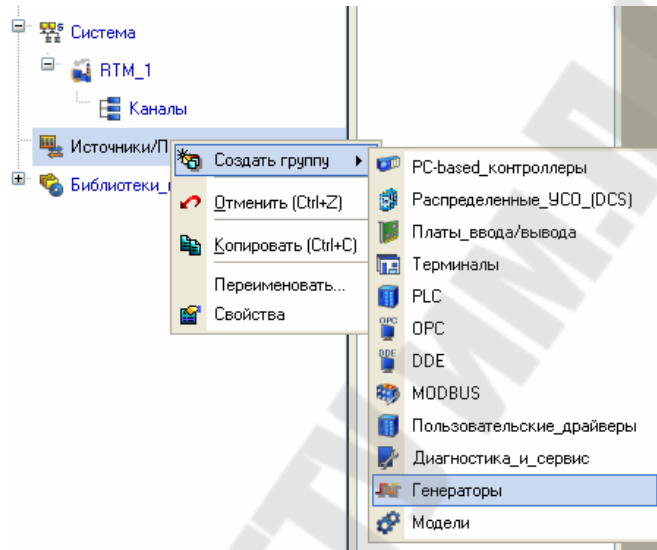

Рисунок 2.20 – Создание в группу компонентов «Генераторы»
- откроем слой «Источники/Приемники» и через ПК создадим в нем группу компонентов «Генераторы» (рисунок 2.20);